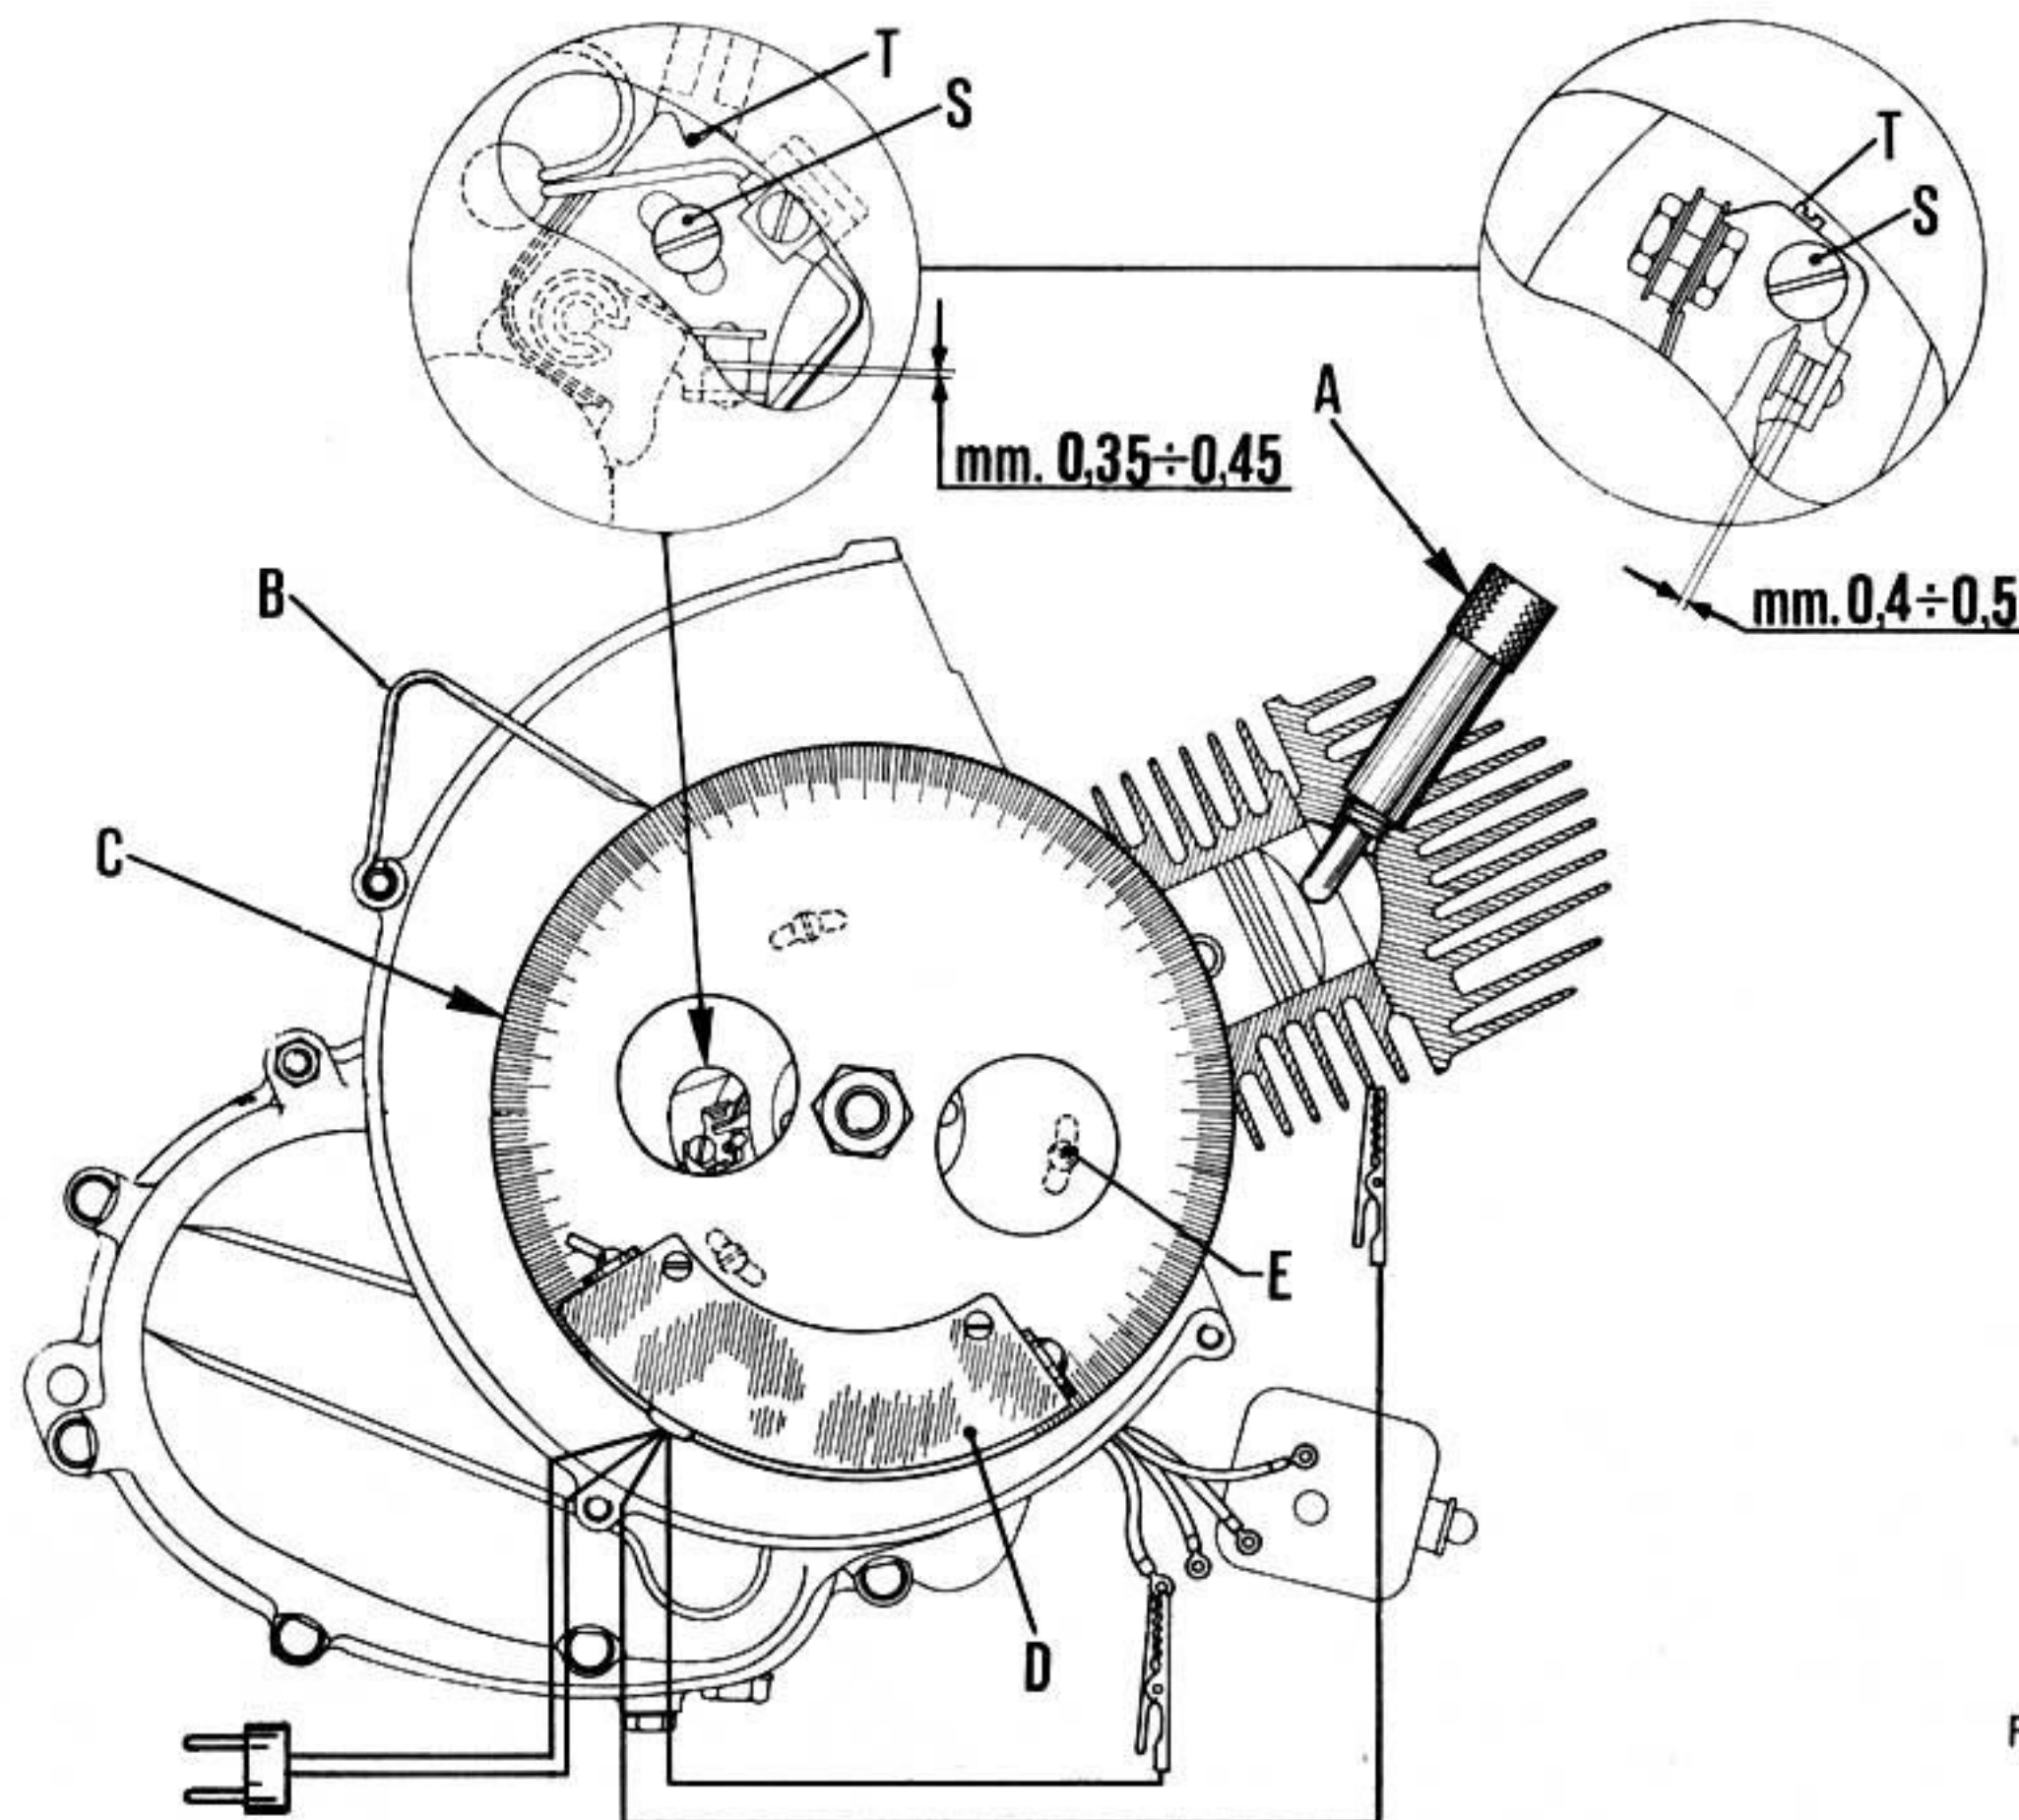

Fig. 75
Detailed description of timing operations valid for vehicles 50 R - 50 Special and 125 Primavera (Fig. 75).
- Slacken the screws "E" (fig. 75) securing the backplate on crankcase.
Descripción detallada de las operaciones para el calaje válidas para los modelos 50 R - 50 Special y 125 Primavera (Fig. 75).
- Aflojar los tornillos "E", (fig. 75) de fijación estator al carter.